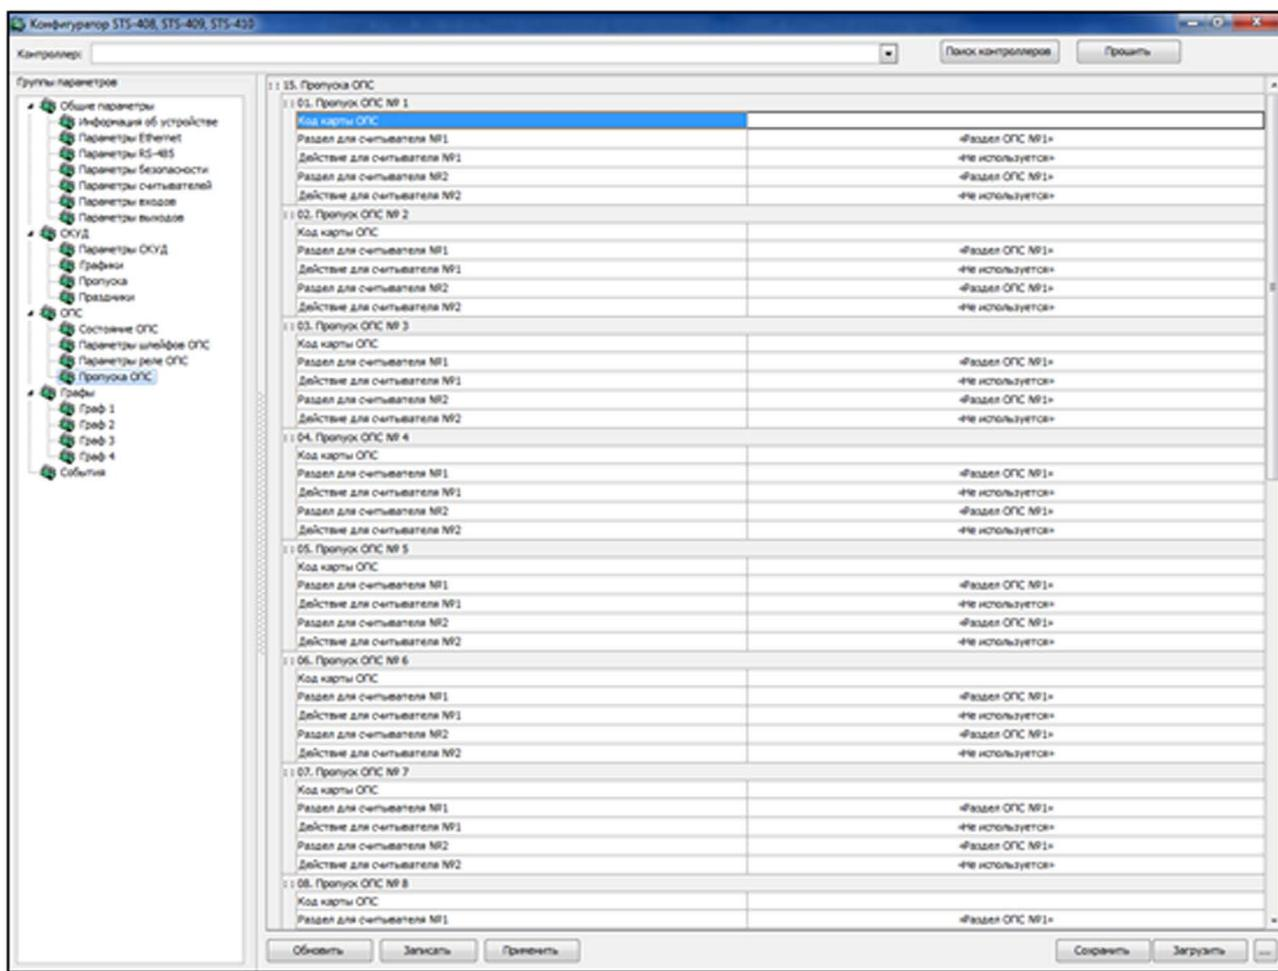

Рисунок 42
*Настройте параметры данной подгруппы (рисунок 42), где:*